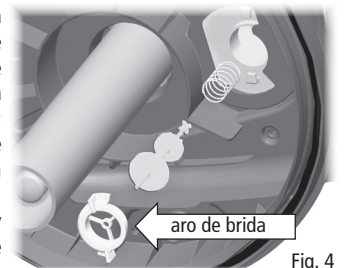

Fig. 4
4. Levante lentamente las manijas de limpieza (S) hasta su máxima extensión por encima del filtro.
5. Extraiga el fiador de la abrazadera de la tapa metálica (O) y destrábela.
6. Para quitar la tapa (G), tome las manijas de limpieza o apalanque cuidadosamente las ranuras laterales con un destornillador de cabeza plana adecuado. **PRECAUCIÓN:** No fuerce las varillas de guía hacia los costados, ya que podría dañar el aparato.
7. Podrá acceder, entonces, a los filtros de espuma (M). Para extraerlos todos juntos, tome y levante la placa de soporte de la espuma filtrante interna (N).
8. Libere los filtros de espuma (M) de la placa de soporte de la espuma (N) y enjuáguelos con agua del estanque o reemplácelos, según sea necesario.
9. Enjuague los medios filtrantes biológicos que se encuentran en la sección inferior de la caja del filtro (Q) con agua del estanque o reemplácelos, según sea necesario. El filtro Pressure-Flo 1000/3000 UVC no incluye una cámara para medios filtrantes biológicos.
10. Limpie la caja del filtro (Q) con agua, especialmente alrededor del borde superior donde se apoya la junta tórica para sellar la tapa (P).
11. Si es necesario, limpie el indicador de limpieza (U) luego de desmantelarlo de la siguiente manera: (el selector de modo (V) debe colocarse en la posición "modo de filtración"): 1) para extraer el aro de brida, gírelo hacia la izquierda; 2) extraiga el indicador y su resorte. Enjuague todas las piezas y vuelva a ensamblarlas con cuidado (fig. 4 - fig. 5).